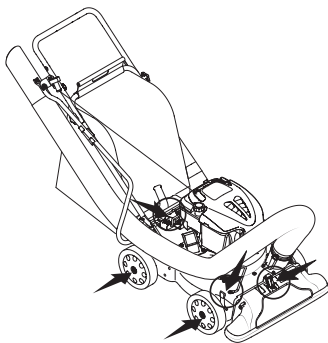

Figure 15
4. Lubrifiez le levier de sélection de mode d'aspiration situé sur la buse une fois par saison avec de l'huile légère. Voir Figure 15.